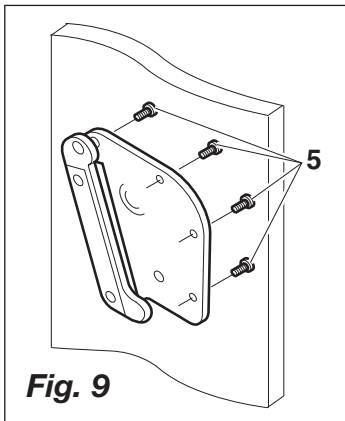

Fig. 9
- Fixer les plaques de support de l'extérieur aux parois latérales à l'aide des 4 vis à tête fraisée **5** M8 x 30 mm, voir **fig. 9**